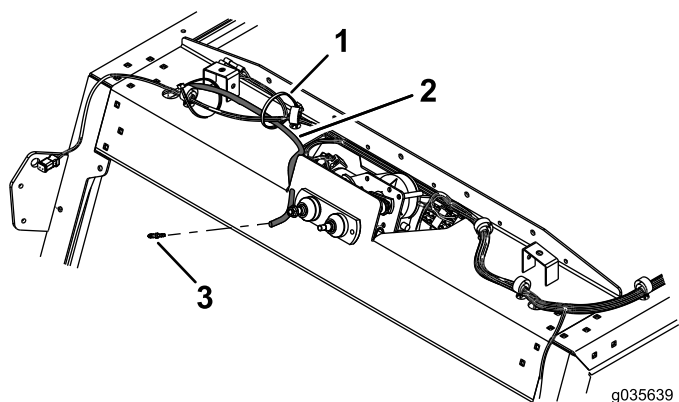
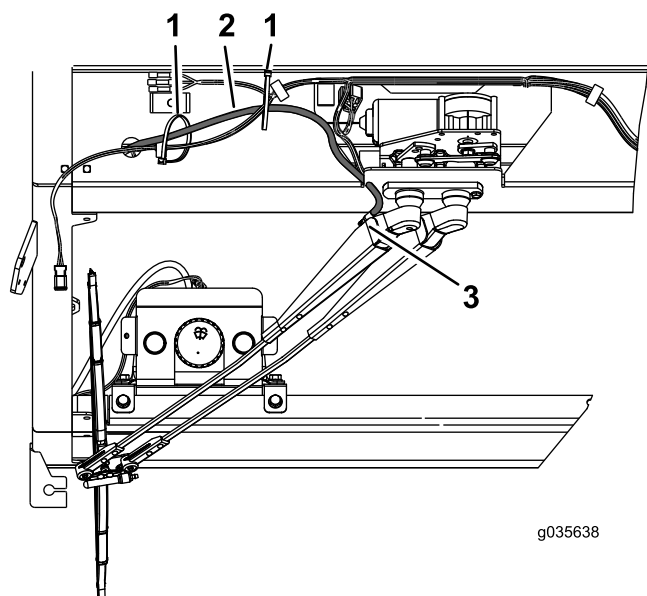

Figura 10
Figura 11
7. Instale o entalhe do tubo no tubo no motor da bomba e ligue-o ao braço do limpador para-brisas (Figura 10 e Figura 11).
8. Prenda o tubo à cablagem com braçadeiras de cabos como se mostra na Figura 11.